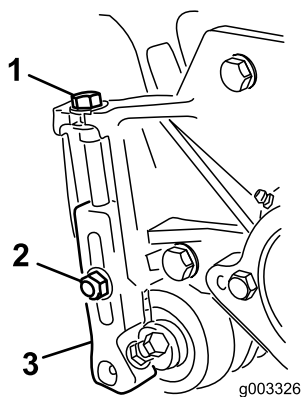

Figure 18
1. Desserrez les contre-écrous qui fixent les bras de hauteur de coupe aux plaques latérales du plateau de coupe (Figure 18).